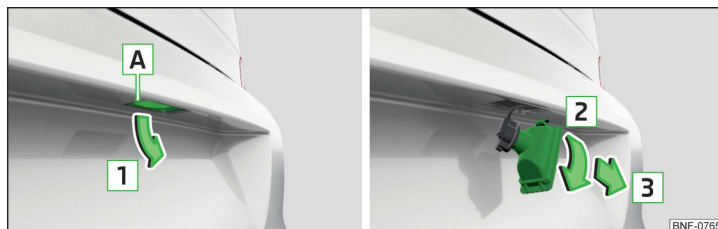

Fig. 178 Estrazione della luce targa
- › Inserire un cacciavite a taglio nella fessura nell'area **A** » fig. 178 e allentare la luce in direzione della freccia **1**.